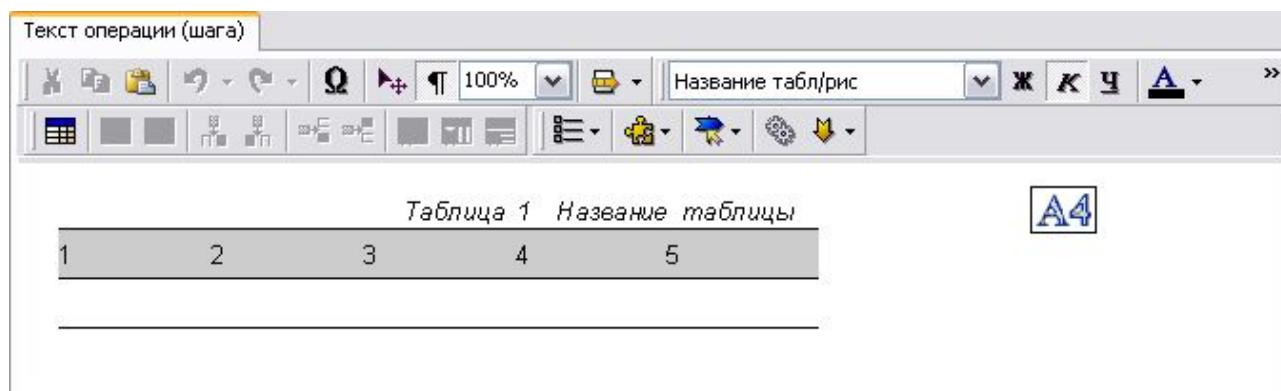

Рис. 5.14
5. Результат преобразования показан на Рис. 5.14.